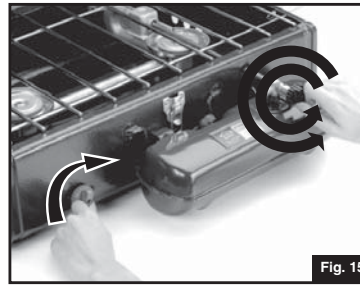

Fig. 15
- Abra rápidamente la VÁLVULA DE COMBUSTIBLE dos vueltas completas mientras gira la PERILLA DE ENCENDIDO en el sentido de la manecillas del reloj, hasta que encienda la estufa. (Fig. 15)